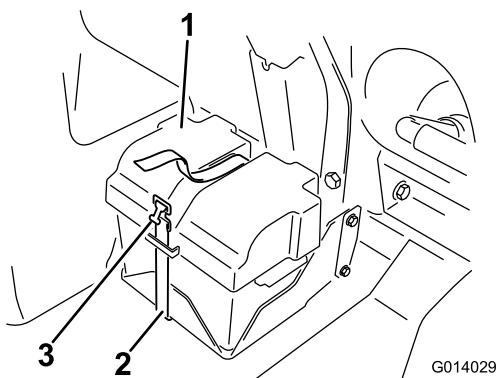

Figura 16
- Staccate il coperchio della batteria (Figura 16) e scollegate il cavo negativo della batteria.
10. Usate la cinghia per fissare il coperchio alla cassetta della batteria (Figura 16).